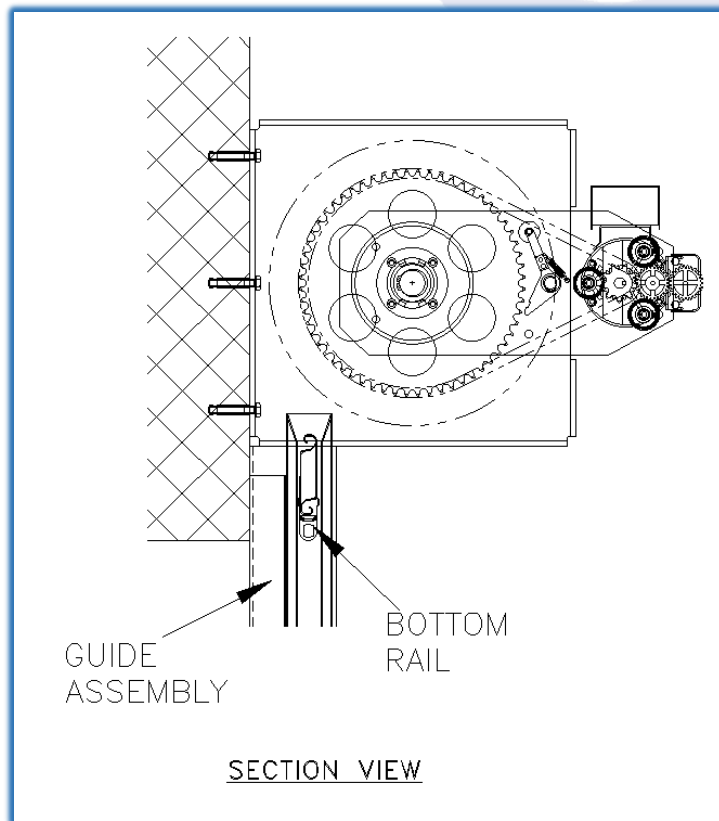

Fig. 008
- 12) Føringsenheten består av en dobbelt tilbakeslagskanal og en Z-seksjon som fester seg til strukturen. Bruke motoren eller håndspillet for å sørge for at gardinen står i helt åpen stilling. Bor hull i strukturen for plassering av føringene og installer dem ved hjelp av festene som følger med. Festene til strukturen må plasseres på toppen av spaltene, og smeltbare skiver må også brukes. Sørg for at føringene er festet i vater, og kontroller at avstanden mellom førerne er riktig i samsvar med den godkjente tegningen. **Se fig. 008.**